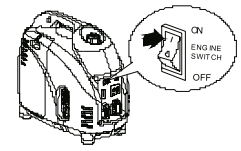

Рис. 16
- Переведите выключатель зажигания в положение «ON» (Рис. 16).